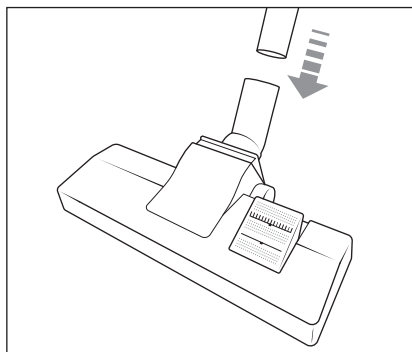

Fig. 2
- 2) Infilare il tubo di aspirazione telescopico ⑯ nella spazzola per pavimenti ⑭ finché non s'innesta saldamente nella spazzola per pavimenti ⑭ (vedere fig. 2).